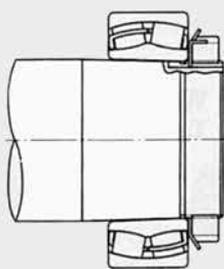
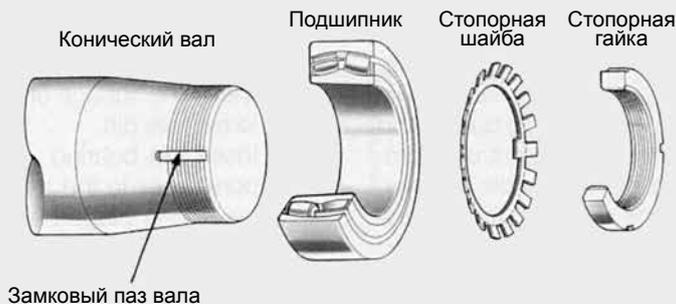

Рис. 6.21 Вид в собранном состоянии (без дистанционного кольца)
Рис. 6.22 Способ с применением стопорной гайки
1) Способ стопорной гайки (**Рис. 6.21** и **Рис. 6.22**)
(а) В случае отсутствия дистанционного кольца (**Рис.6.21** и **Рис.6.22**)